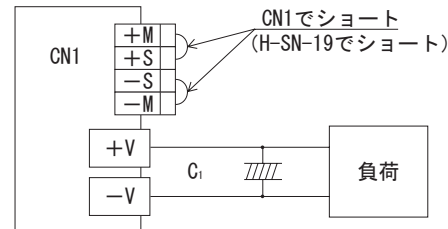
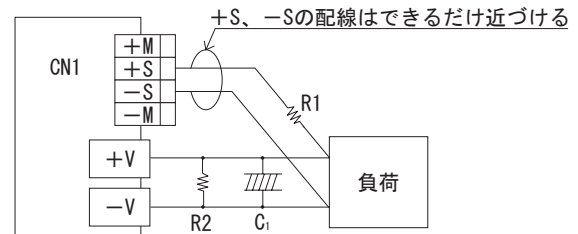

図 1.4 リモートセンシングを使用しない場合
図 1.5 リモートセンシングを使用する場合
■ リモートセンシングを使用する場合と使用しない場合の結線を図 1.4 ~ 図 1.5 に示します。
- ① 負荷線に接触不良（ねじのゆるみなど）が生じると、センシング線に負荷電流が流れ、電源内部回路が故障することがありますので結線には充分注意してください。
- ② 電源から負荷までの配線は、充分余裕のある太い電線を使用し、ラインドロップは 0.3V 以下でご使用ください。
- ③ センシング線が長くなる場合、C1、R1 をつけてください。
- ④ センシング線は、ツイストペア線またはシールド線を使用してください。
- ⑤ +M、-M、+S、-S 端子から電流を取り出さないでください。
- ⑥ 配線や負荷のインピーダンスによって、電源出力電圧に発振波形が発生したり、出力電圧の変動が大きくなることがあります。センシング使用時には、評価確認の上ご使用ください。